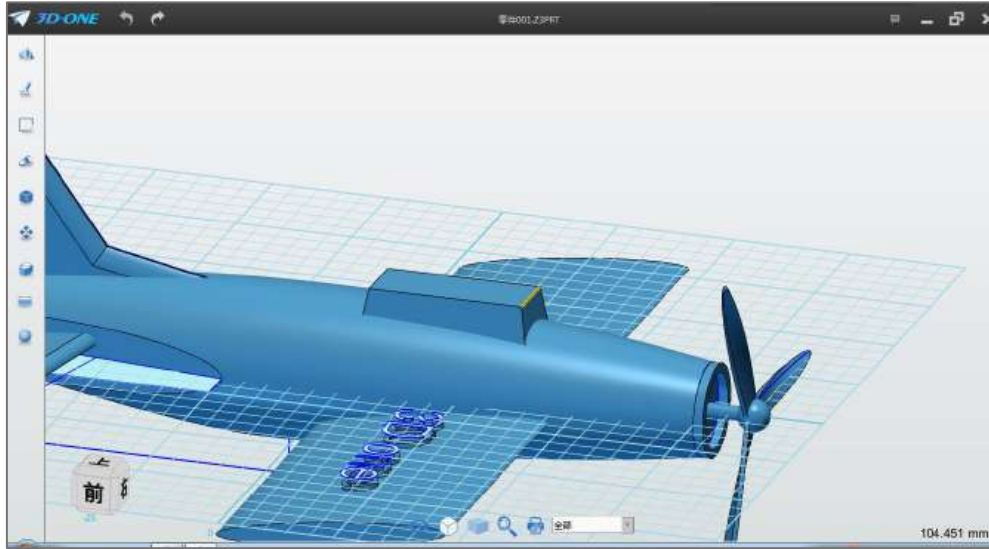

图 5-3
Step 3 选择圆角命令，边线选择下图所示边线（加亮），如下图 5-3 所示：